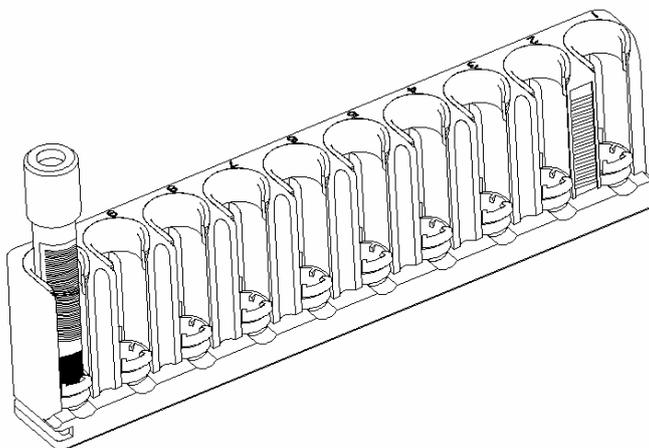
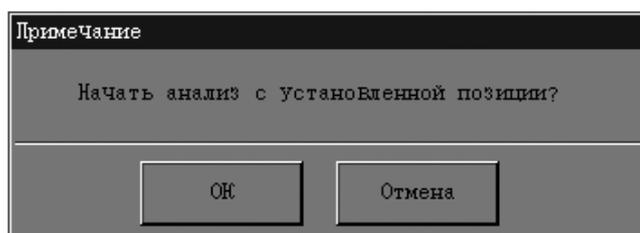

Рисунок 6-23 Стойка с пробирками
Рис. 6-24 Диалоговое окно
- Если установлен флажок **«Автосканирование кода пробы»** или флажок **«Автосканирование стойки №»**, наклейте этикетки на пробирки, как описано в разделе **6.9.6, Этикетки штрих-кода**. Установите пробирки в соответствующие позиции (Рисунок 6-23).
- По завершении каждой автозагрузки появляется диалоговое окно (Рисунок 6-23). **НАЖМИТЕ** кнопку **«Подроб...»**, чтобы отобразить соответствующие подробные данные (Рисунок 6-24).
Если анализ был приостановлен из-за ошибки, то перед продолжением анализа устраните ошибку. Необходимые действия по устранению ошибок см. в главе 11 Устранение неисправностей анализатора. После устранения ошибки для продолжения анализа **НАЖМИТЕ** кнопку «Продолжить». Откроется следующее диалоговое окно (Рис. 6-24).